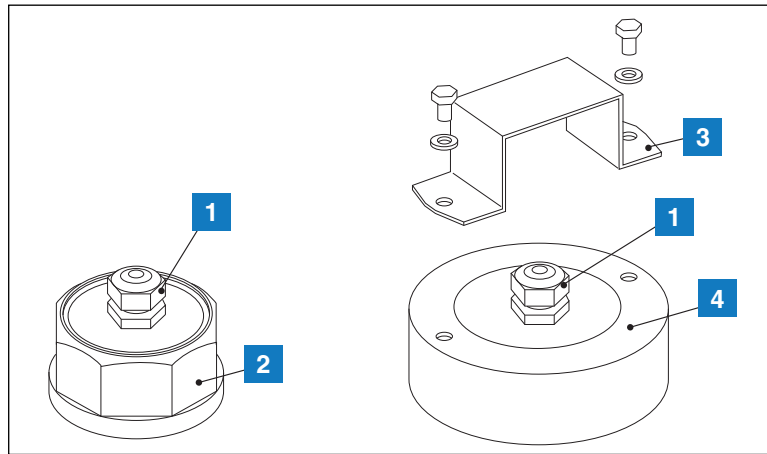

Figura 8. Tapas de tubos ascendentes de 51 mm y 76 mm de Veeder-Root
Para la instalación de la sonda Mag (consulte la Figura 8), debe emplearse un conjunto de tubo ascendente compuesto por un tubo ascendente (un tubo de acero galvanizado con un diámetro interior nominal de 2 o 3 pulgadas [50,8 o 76 mm] con rosca de 2 o 3 pulgadas BSPT en cada extremo) y una tapa de tubo ascendente de 2 o 3 pulgadas, diseñados específicamente para instalar de forma eficaz las sondas magnetoestrictivas de Veeder-Root.
**LEYENDA PARA LOS CUADROS NUMERADOS DE LA Figura 8**